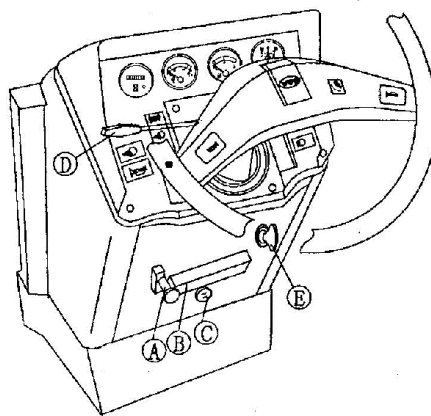

Рис. 4.3 – панель управления
III. Панель управления (рис. 4.3)
- (4) Толкните затвор троса зажигания (А) (см. рис. 4.3) для возврата троса и впрыска масла из масляного насоса.
- (1) Прикройте дроссель, чтобы замедлить трактор;
- (2) Выжмите педаль главного сцепления (2) и тормоза (14); передвиньте рычаги трансмиссии (13) и (10) в нейтральное положение, когда трактор остановлен и потяните вверх тормозной рычаг (8);
- (3) Отпустите основное сцепление и педаль тормоза, прикройте дроссель и сбавьте обороты двигателя;
- (4) Потяните трос зажигания (см. рис. 4.3) чтобы остановить подачу масла. После этого двигатель полностью остановится. Зафиксируйте трос и вытащите ключ;
- (5) Если вы хотите оставить парковочный свет после остановки двигателя, переключите основной свет на «1».